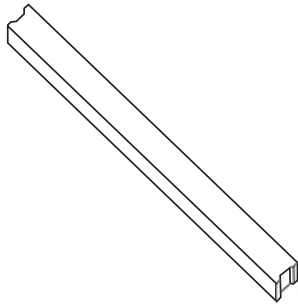

图 1 实木支撑架
- 吊车卸货：将吊装带固定在实木支撑架卡扣中(图 1、2)，一次只允许吊装 1 托组件。吊装前确认托盘和纸箱是否有破损及吊装的绳索是否结实、牢固。吊装快着地时，两人一人一边扶正纸箱轻轻放在项目地相对平坦的位置上。